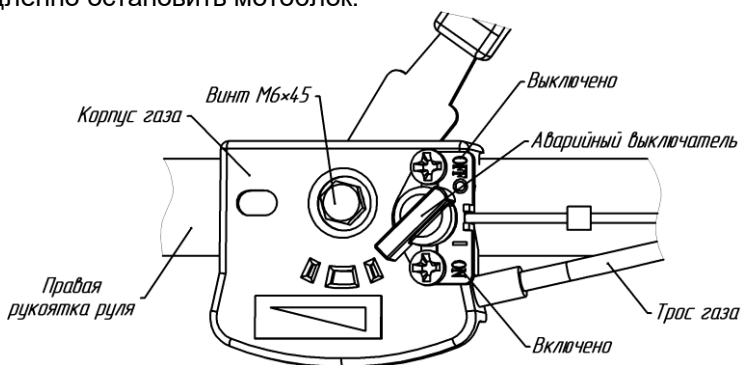

Рис.10. Механизм управления дроссельной заслонкой (газом) двигателя. Аварийный выключатель
- установить ручку газа на рукоятке руля в положение "О" ("СТОП") (рис.6) или аварийный выключатель в положение "OFF" (рис.10);